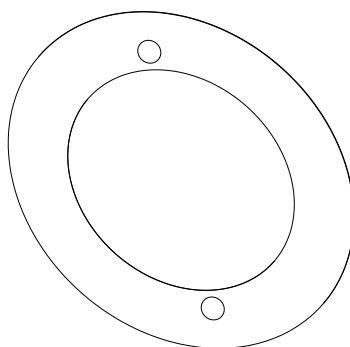

Рис. 2.8. Шаблон для разметки крепежных отверстий
3. Используя шаблон, разметьте крепежные отверстия на потолке / стене для адаптера LTV-BMW-IC2. Прodelайте отверстие для установки видеокамеры (Рис. 2.8).